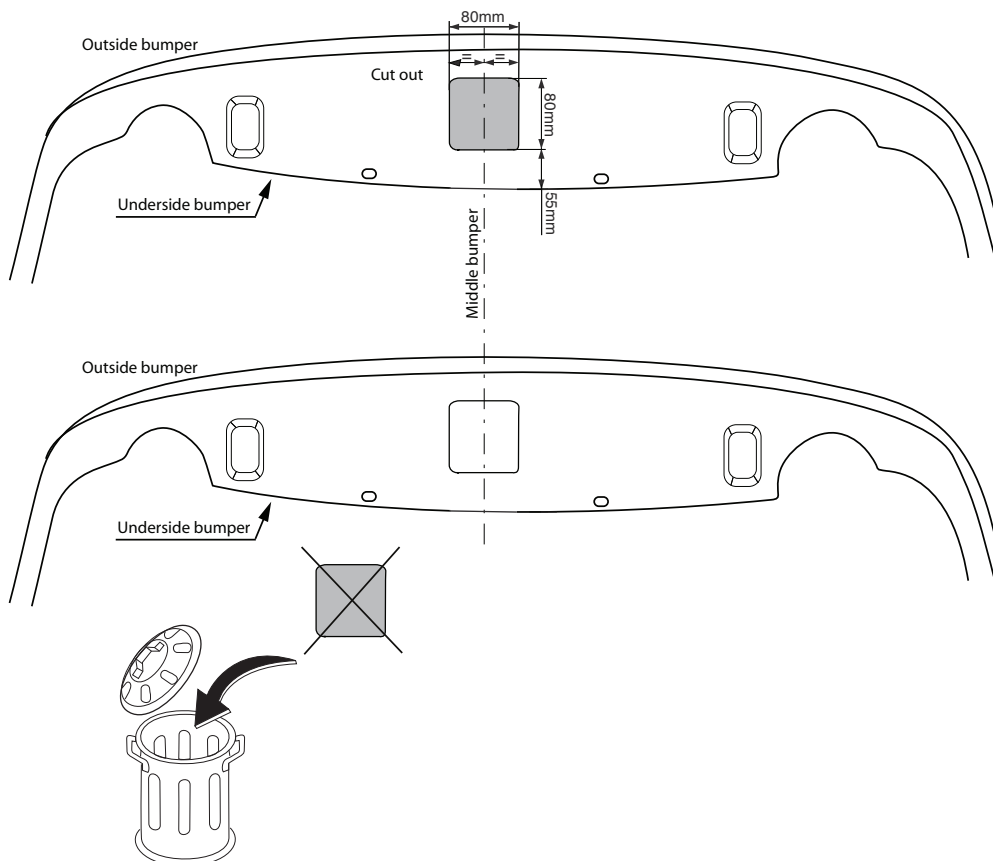

Fig. 2
7. Scier au centre de la partie inférieure du pare-chocs une partie correspondant à la figure 2.
7. Sav en del ud af kotangeren midt på undersiden jf. fig. 2.
7. Выпилить часть из бампера в середине снизу, как указано на рис.2.